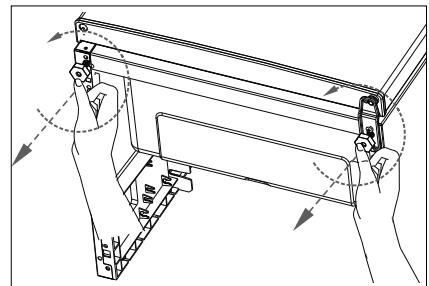

Abb. 1
- ▶ Den Temperaturregler (1) über Position 1 hinaus kurzzeitig auf Position ● drehen. Ein Klicken ist zu hören. Das Gerät schaltet ab. Ziehen Sie den Netzstecker (8) aus der Steckdose.
- ▶ Entnehmen Sie die Schubladen (9) und die Glasböden (2/3) wie im folgenden Kapitel beschrieben.
- ▶ Drehen Sie beide Gerätefüße (7) gegen den Uhrzeigersinn heraus (Abb. 1).
- ▶ Halten Sie die Gefrierraumtür (4) geschlossen.